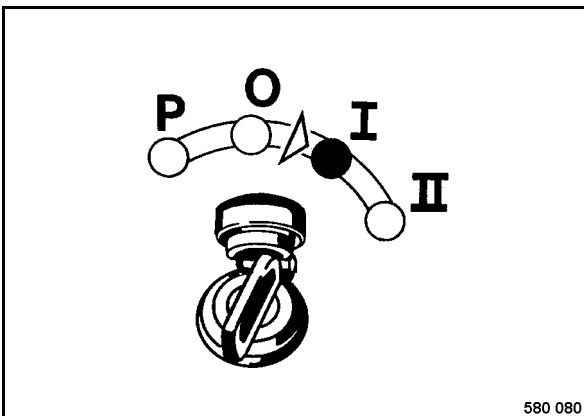

fig. 35
- Tourner la clé de contact (fig. 35) sur position "I".